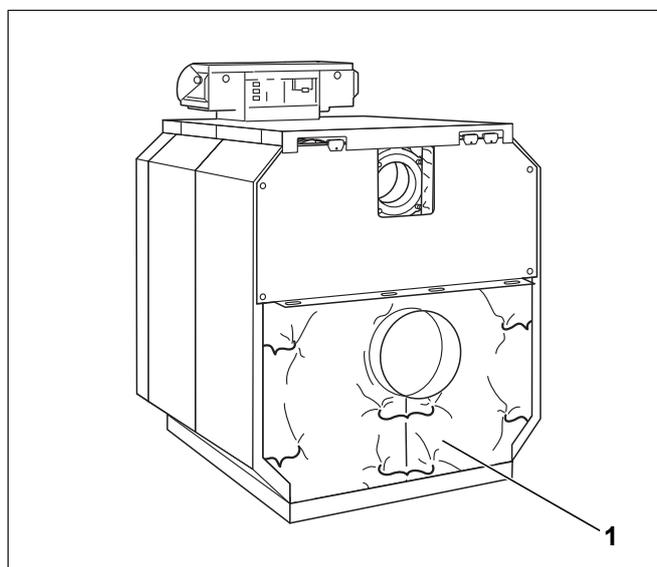

Bild 76 Hintergliedwärmeschutz zusammenziehen
- ▶ Hintergliedwärmeschutz herunterklappen und mit der Spannfeder unterhalb des Abgasstutzens zusammenziehen (Bild 76, **Pos. 1**).